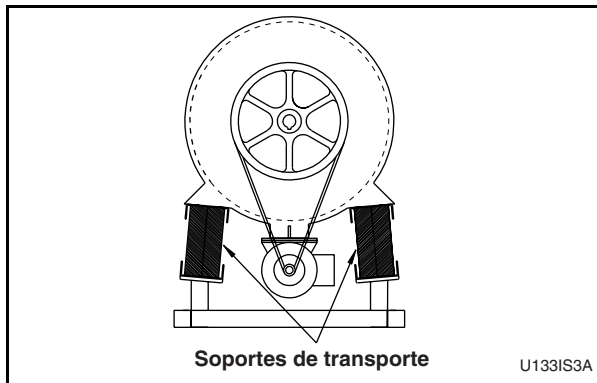

Figura 7
8. Retire los cuatro soportes de transporte rojos que aseguran las partes móviles de la máquina durante el transporte. Consulte la Figura 7 para ver las ubicaciones típicas de los soportes de transporte en los modelos autónomos con capacidad para 18 y 25 libras.